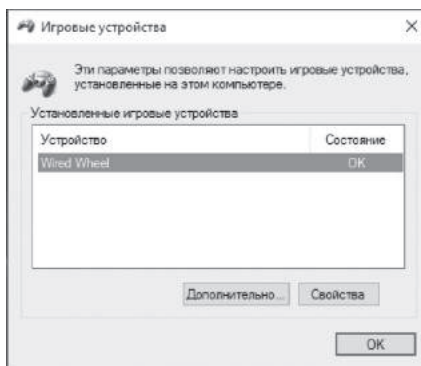

Fig. 6
- Double-clicking on the icon «LS-USBMX 1 2 3 Steering ...» displays the «Game devices» window (see Fig. 6). In the «Direct Input» mode, the steering wheel is defined as «Wired Wheel» (To switch between the «Direct Input» and «XInput» modes, the «Home» button must be clamped).